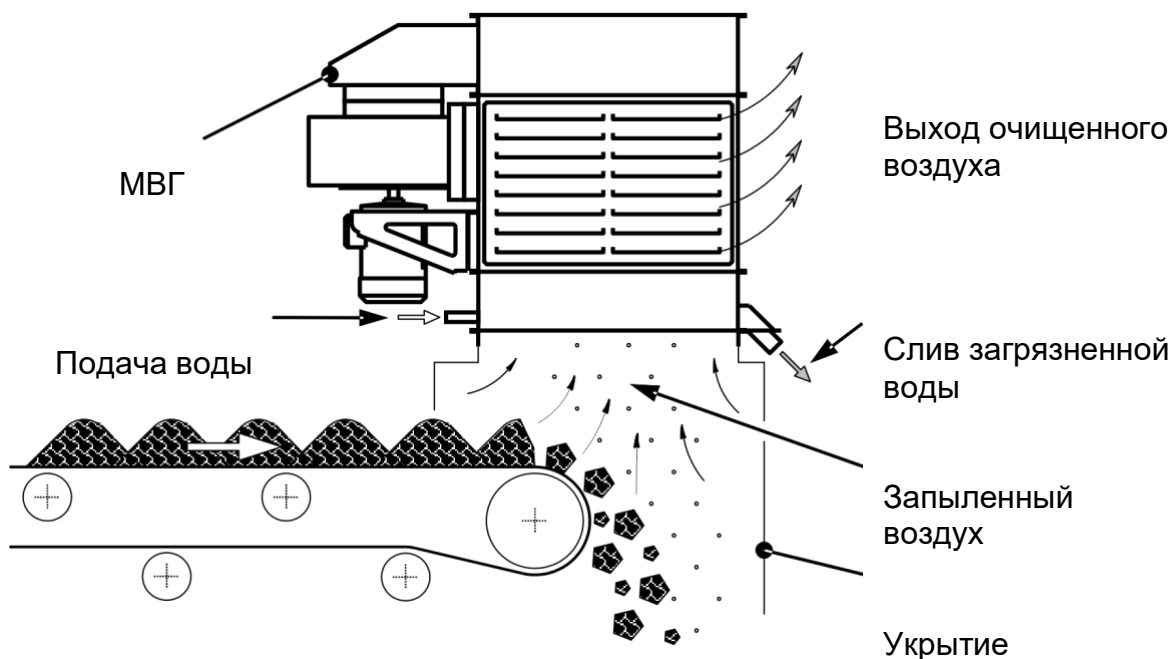
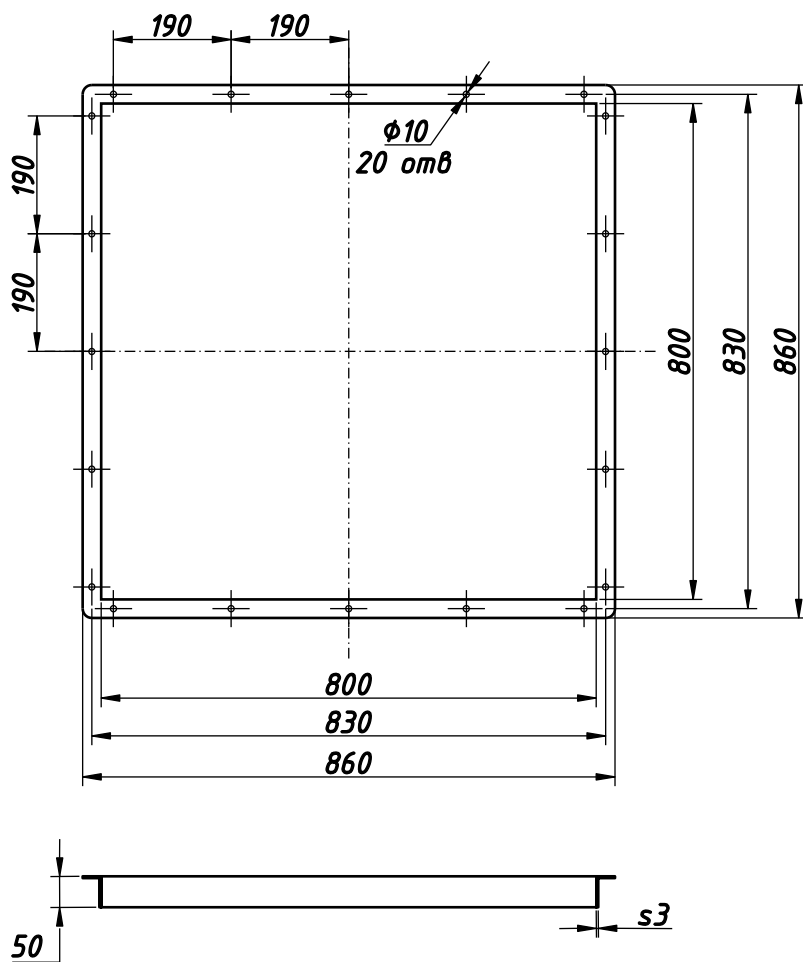

Рис. 1. Вариант установки МВГ
Рис.10. Монтажная рамка.
- 6.4. Необходимо приварить к укрытию монтажную рамку (см. рис.10), поставляемую в комплекте, разместить на нее МВГ и скрепить их болтами (см рис.1). Отклонение МВГ от вертикали должно быть не более 3°.